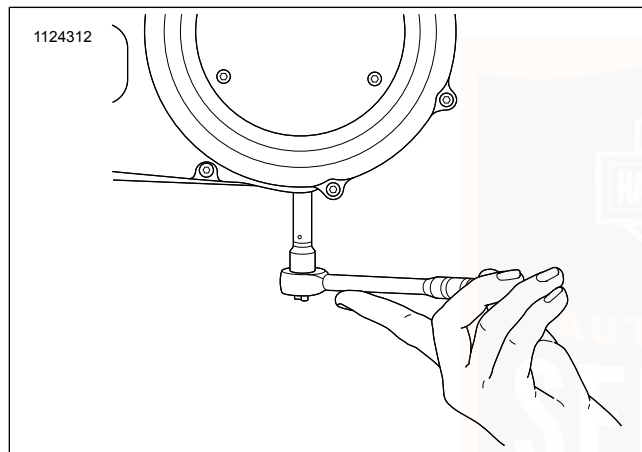

Abbildung 69. Ausbau/Einbau der Kettengehäuse-Ablassschraube
3. Siehe Abbildung 69. Das Primärkettengehäuse entleeren.